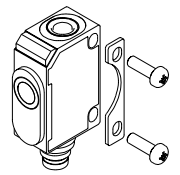

Abb. 1: Befestigung mit Montage-Lasche
- Sensor am Einbauort unter Zuhilfenahme der beiliegenden Montage-Lasche befestigen, s. Abb. 1.